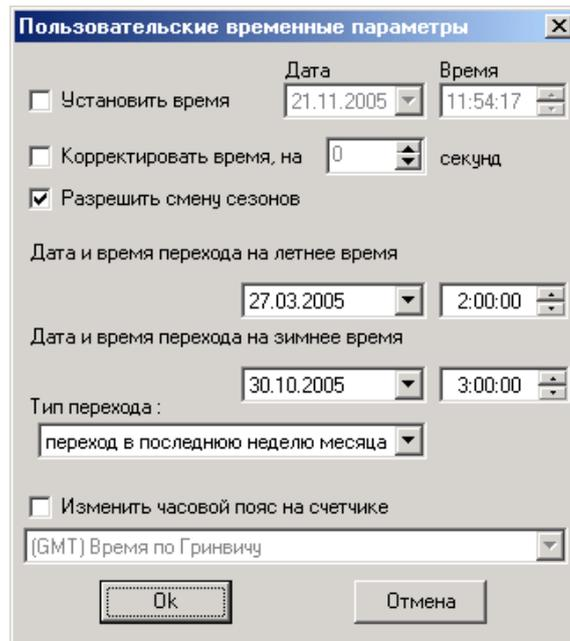

Рисунок 3.29
3.3.6.6 Дата и время перехода на зимнее или летнее время должны устанавливаться для определенного года. Счетчик сам вычисляет дату и время перехода на следующий год. Если требуется установить временные параметры, отличные от тех, которые предлагает программа, то при нажатии на панели *Дата и время* кнопки *Установить временные параметры* в появившемся окне *Пользовательские временные параметры* (рисунок 3.29) можно установить необходимые значения соответствующих параметров.